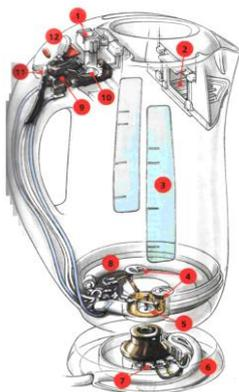

Рис. 5. Электрический чайник
47. Какой узел электрического чайника, представлен на рис. 5., обозначен цифрой 2.